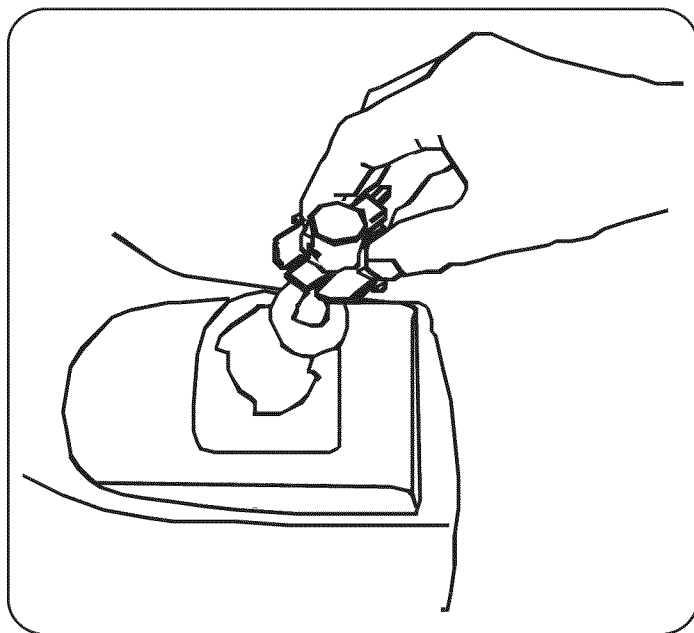

Figura 18
3. Gire la boquilla conectora aproximadamente un $\frac{1}{4}$ de vuelta para alinear lengüeta con la muesca de la caja del reflector; luego retire el foco y la boquilla conectora de la caja del reflector. Consulte la Figura 18.
5. Alinee un poste de bloqueo del foco con la muesca de la boquilla, luego empuje el foco hacia adentro y gire hacia la derecha para bloquear. Consulte la Figura 18.